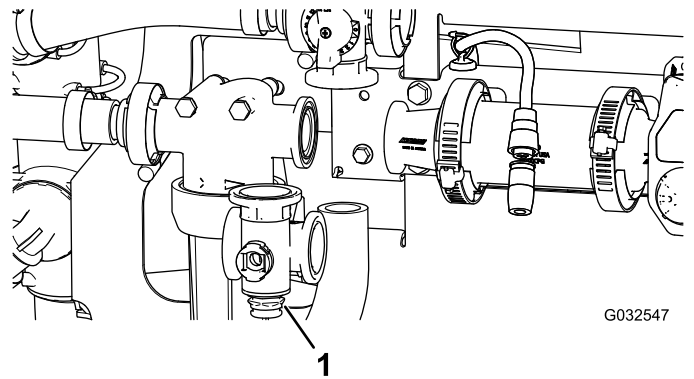

Figura 101
2. Retire el distribuidor de la válvula de agitación de la máquina (Figura 101).